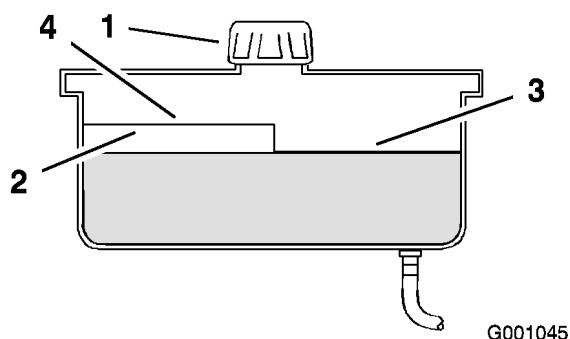

Figure 55
2. Nettoyez la surface autour du goulot de remplissage du réservoir hydraulique (Figure 55).
3. Enlevez le bouchon du goulot de remplissage et vérifiez si le réservoir contient du liquide (Figure 55).
- Remarque:** Lorsque l'huile est chaude, le niveau de liquide doit atteindre le haut du repère "à chaud" sur le déflecteur (Figure 55).